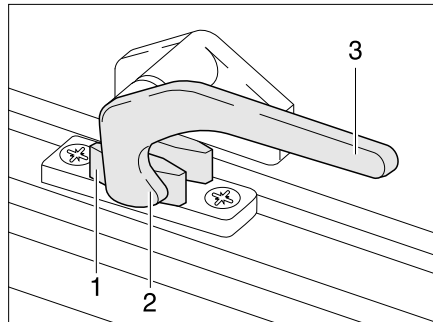

Bild 36 Verriegelungshebel in Stellung "geschlossen"
- Den Verriegelungshebel (Bild 36,3) eine viertel Umdrehung zur Fenstermitte hin drehen.
- Den Verriegelungshebel (Bild 36,3) eine viertel Umdrehung zum Fensterrahmen hin drehen. Die Verriegelungsnase (Bild 36,2) liegt auf der Innenseite der Fensterverriegelung (Bild 36,1).
- in Stellung "fest verschlossen" (Bild 36).